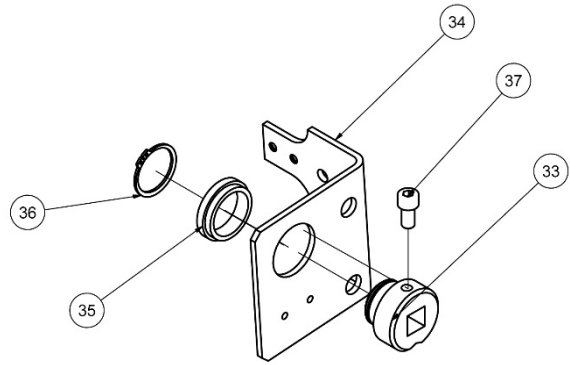

Figura 21: Proceso de montaje
En este rango de entreguía, la timonería va equipada con un subconjunto llamado "punto intermedio" (Ver Figura 21). Dicho punto intermedio (34) se debe amarrar lo más centrado posible en el bastidor.